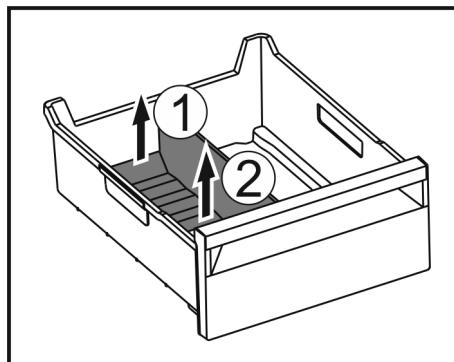

Fig. 195
- ▶ Повдигнете задната част на разделителя на отделението за лед. Fig. 195 (1)
- ▶ Извадете разделителя на отделението за лед нагоре. Fig. 195 (2)